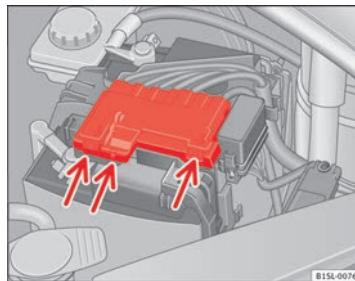

Fig. 117 No compartimento do motor: Retire a cobertura da bateria do veículo.
- Pressione as patilhas ⇒ Fig. 117 (setas) no sentido das setas e retire a cobertura da bateria para cima.